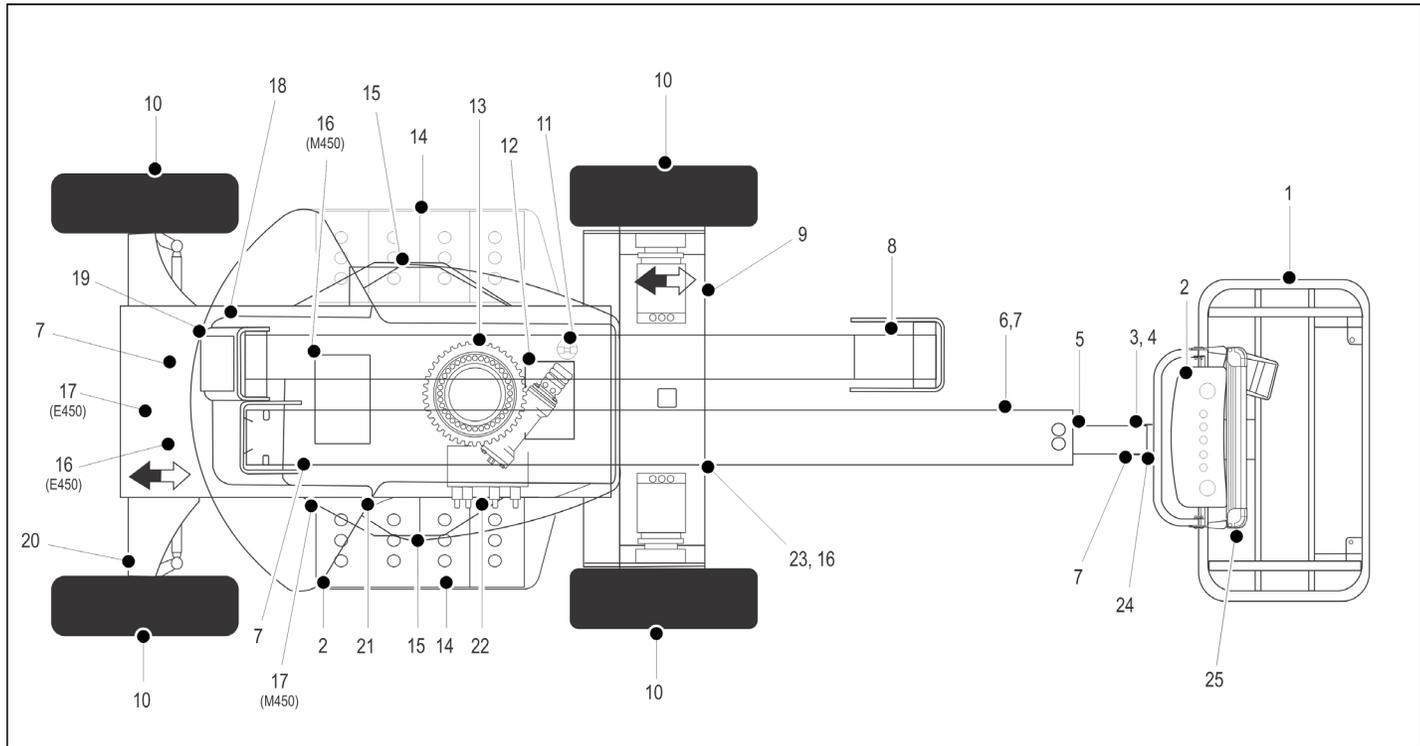

Figure 2-2. Ronde d'inspection quotidienne - Fiche 1 de 3
5. **Ronde d'inspection** - Voir la Figure 2-2., la Figure 2-3. et la Figure 2-4.